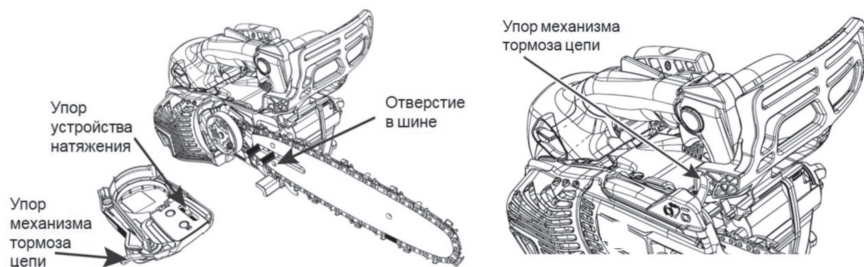

Рис. 20
5. Установите крышку сцепления и вставьте упор устройства натяжения в отверстие на шине (настройте положение упора так, чтобы он находился напротив отверстия в шине). Закрутите гайки пальцами (не затягивайте гайки слишком туго, шина должна иметь возможность продольного перемещения). Убедитесь, что упор механизма тормоза цепи, расположенный на крышке сцепления, встал в соответствующий паз механизма активации рычага тормоза пильной цепи Рис. 20.